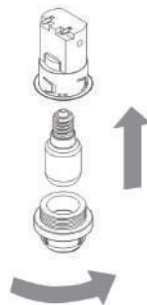

Fig. 4.1
- Retirez le couvercle de verre du support de lampe(Fig.4.1);